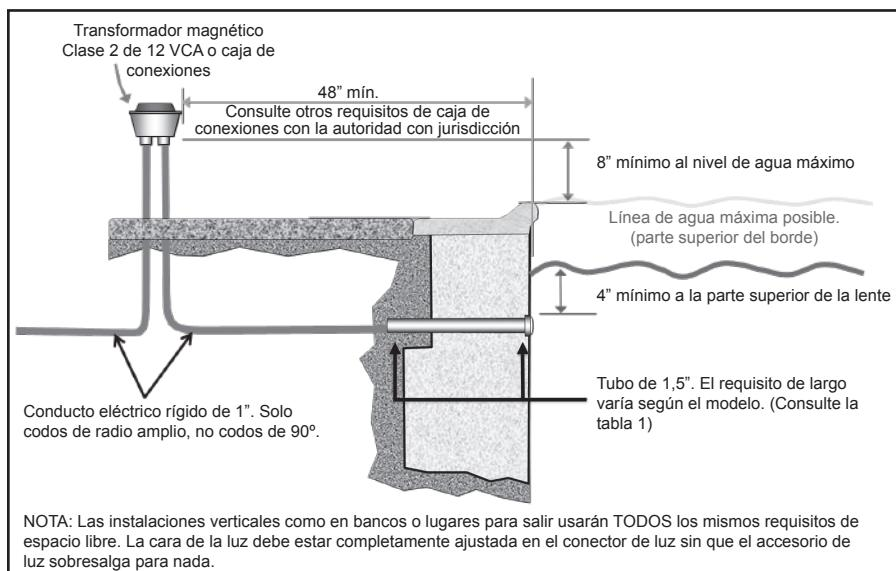

Figura 1. Instalación de la luz LED Jandy® Pro Series con conector estándar plástico de 1,5"
NOTA: El electricista debe llevar a cabo pasos de preparación antes de instalar el accesorio de luz. Consulte la figura 1.
1. La caja de conexiones o el transformador magnético de bajo voltaje deben estar instalados a al menos ocho (8) pulgadas (medidas desde la parte interior del fondo de la caja de conexiones o del transformador) por arriba del nivel de agua MÁXIMO, O a al menos cuatro (4) pulgadas por arriba del nivel del suelo o de la plataforma de la piscina, el que sea mayor. La caja de conexiones o el transformador magnético de 12 VCA deben instalarse también a al menos cuarenta y ocho (48) pulgadas (4 pies) del borde de la piscina. Consulte la Figura 1.
- Debe instalarse un conector estándar de pared plástica/retorno de 1,5" para que el borde superior de la lente de la luz sumergida esté a al menos 4 pulgadas (10,2 cm) por debajo de la superficie del agua en la piscina. Consulte la Figura 1.